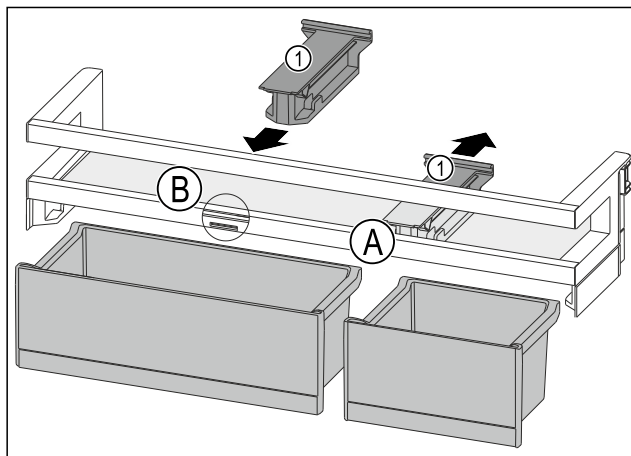

Fig. 111
- Retirer la pièce de retenue Fig. 111 (1) en position Fig. 111 (A) vers l'arrière.
- Mettre la pièce de retenue Fig. 111 (1) en position Fig. 111 (B).